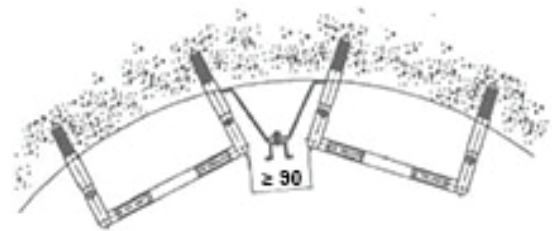

Abb. 7
- Abb.:7 Sicherungsläufer GÜFA 5 mit Hinweis auf die Kennzeichnung
Bei zweiläufigen Steigeisengängen ist die Steigschutzschiene in der Mitte anzuordnen, wenn der vorhandene Zwischenraum zwischen den Steigeisen gleich oder größer 90 mm beträgt (Abb. 7).